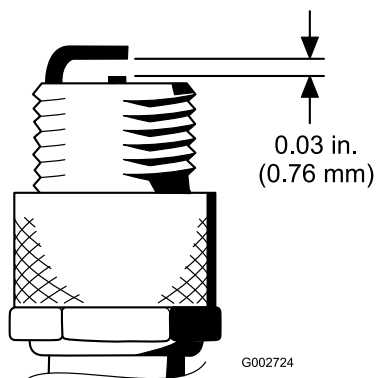

Figura 50
4. Ajuste a folga existente entre a zona central e lateral do eléctrodo para 0,76 mm (Figura 50).